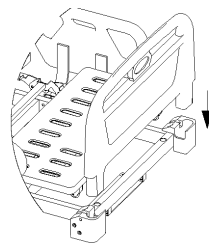

Рисунок 4
- Торцеві бильця легко монтуються (демонтуються) з рамою ліжка (рис. 4). Розташуйте бильце як показано на рис. 4 та перемістіть його у напрямку стрілки до повної фіксації.